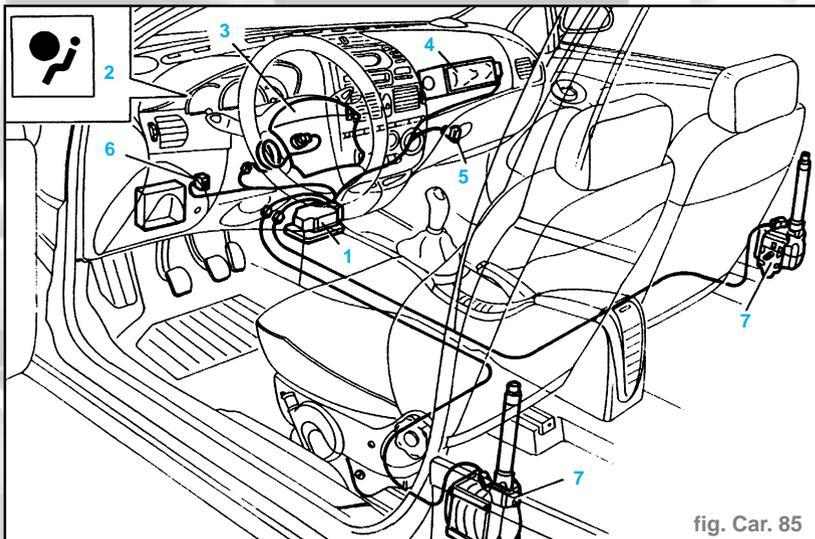

fig. Car. 85
- Le système est constitué des éléments suivants (fig. Car. 85) :